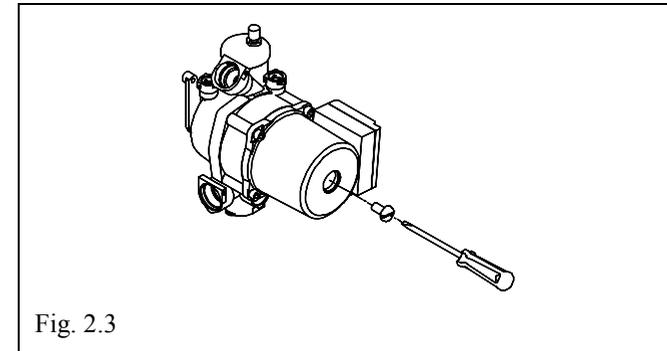

Fig. 2.3
- Che il circolatore ruoti liberamente; svitare la vite di ispezione e verificare con un cacciavite piatto che l'albero del rotore si muova senza impedimenti (FIG. 2.3).